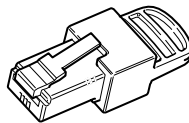

Figura 2-2 Terminador de red
- Terminadores de red (Figura 2-2). La red Xanbus debe terminarse adecuadamente en cada extremo con terminadores de red. Si la red no se termina adecuadamente, la calidad de la señal empeora y se reduce el rendimiento de la red. Xantrex no aconseja una configuración permanente sin terminadores. En la dotación del Gateway se incluye un terminador. Dependiendo de la disposición de la red, puede ser necesario insertar el terminador en otro dispositivo en otro punto de la red.